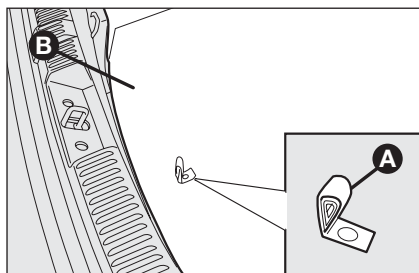
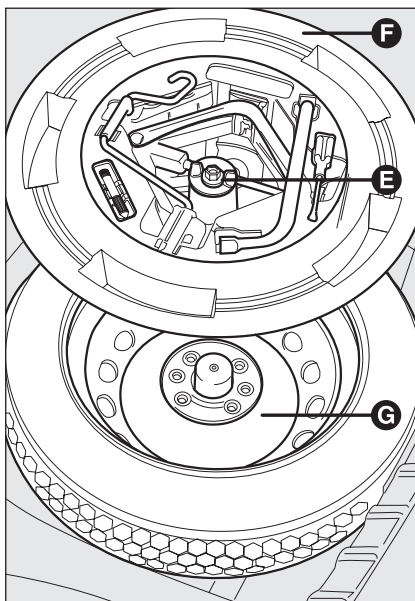

fig. 2
fig. 3
- ☐ apague el motor y accione el freno de mano; acople la primera marcha o la marcha atrás; con la manilla **A-fig. 2** extraiga el preformado de revestimiento duro **B**; desenrosque el dispositivo de bloqueo **E-fig. 3**;
- ☐ Por el contrario, en las versiones dotadas de una rueda de repuesto debe aflojar el dispositivo de fijación **E-fig. 3**, retirar la caja de herramientas **F**, colocarla cerca de la rueda que se debe cambiar y luego retirar la rueda de repuesto **G**.